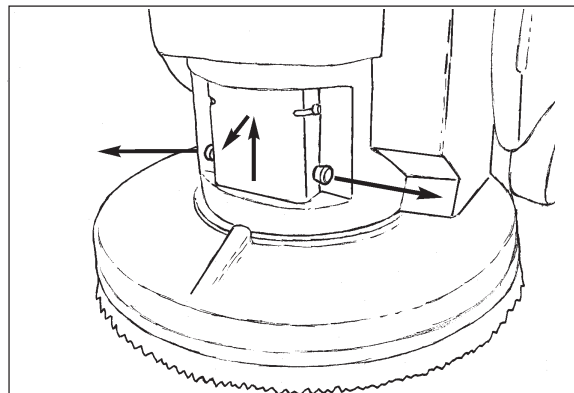
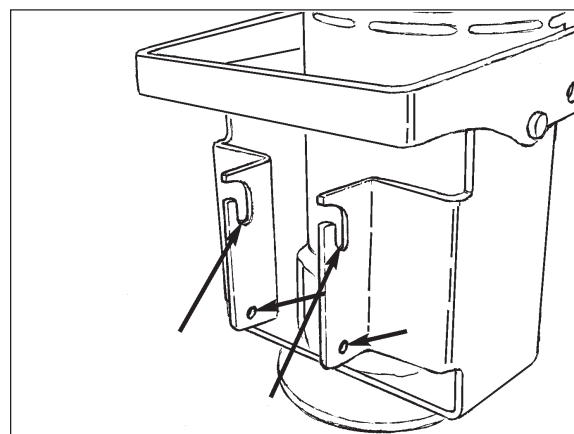

Figure 18
Figure 19
- Étape Volume - À l'étape Volume du chargement, le voyant rouge est illuminé sur le chargeur (Voir Figure 18). Pendant cette étape, le chargeur fournit sa puissance ampère totale aux batteries. Il continuera à charger les batteries à ce taux jusqu'à ce qu'elles atteignent environ 75% de leur capacité.
N.B. : Il n'est pas nécessaire de retirer l'assemblage du boîtier de la brosse lorsque vous retirez ou installez la brosse ou le porte-disque. Pour un meilleur accès à la brosse ou lorsque vous faites monter la machine sur une rampe, l'assemblage du boîtier de la brosse peut être retiré. Pour retirer l'assemblage du boîtier de la brosse, tirez vers l'extérieur la tige sur ressort située sur le côté gauche du boîtier, puis tirez, vers le haut et vers l'extérieur, l'assemblage du boîtier de la brosse (Voir Figure 18). Réinstallez l'assemblage du boîtier de la brosse dans l'ordre inverse, en s'assurant que la barrette dans le boîtier de la brosse est insérée dans les deux fentes situées dans le bâti du moteur et que la tige sur ressort est fixée en position (Voir Figure 19).